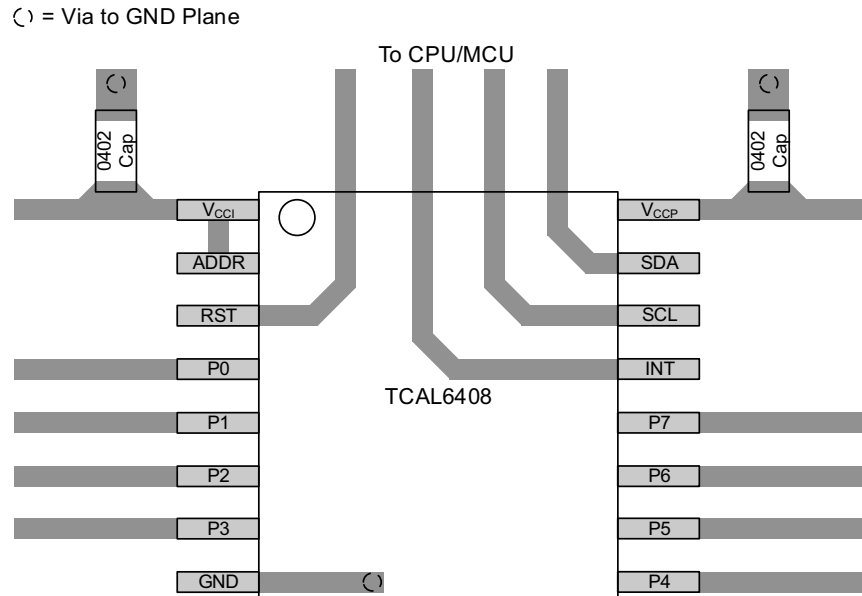

图 8-10. TCAL6408 布局
在所有 PCB 布局中，最佳实践是避免信号布线呈直角，在离开集成电路 (IC) 附近时让信号布线呈扇形彼此散开，并使用较粗的布线来承载通常会经过电源和接地布线的更大的电流。旁路电容器和去耦电容器通常用于控制电源引脚上的电压。使用较大的电容器可在出现短暂的电源干扰时提供额外电能，而使用较小的电容器可滤除高频纹波。这些电容器应尽可能靠近 TCAL6408。图 8-10 展示了这些最佳实践。
对于图 8-10 中提供的布局示例，可以将顶层用于信号布线，将底层用作电源和地 (GND) 的分割平面，从而打造只有 2 层的 PCB。但是，对于信号布线密度更大的电路板，最好使用 4 层电路板。在 4 层 PCB 上，通常在顶层和底层上进行信号布线，将一个内部层专门用作接地平面，并将另一个内部层专门用作电源平面。在使用平面或分割平面作为电源和接地平面的电路板布局布线中，通孔直接放置在需要连接到电源或 GND 的表面贴装元件焊盘旁边，并且通孔以电气方式连接到内部层或电路板的另一侧。如果需要将信号走线排布到电路板的另一侧，也要使用通孔，但图 8-10 中未演示该技术。